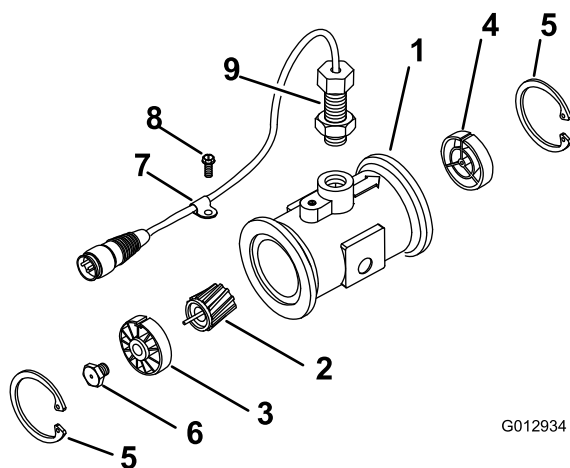

Bild 100
- Entfernen Sie den Haltering an der vorgeschalteten Seite (Bild 100).